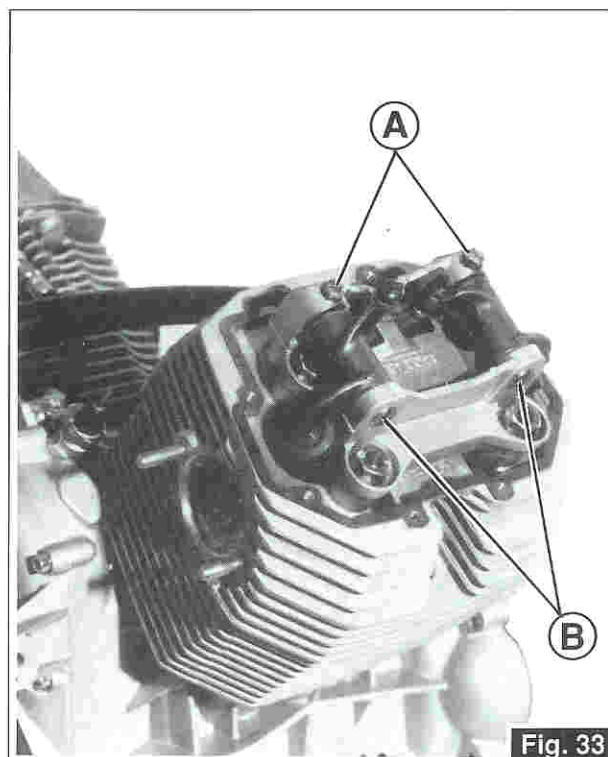

Fig. 33
- Togliere le 2 viti «A» ed estrarre i perni dei bilancieri «B» aiutando la fuoriuscita degli stessi con cacciavite (Fig. 33 e 33A).
- Remove the two screws «A» and draw out the shafts of rocker arms «B» easing them out with a screwdriver (Fig. 33 and 33A).